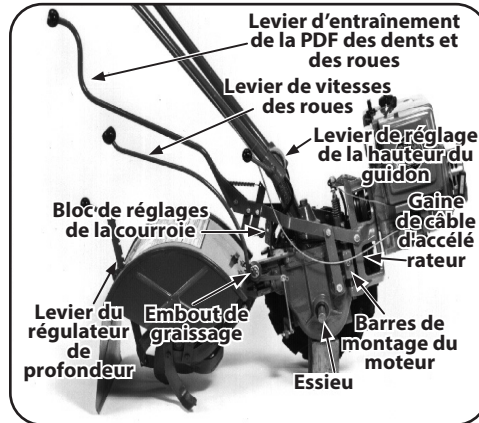

Figure 5-10
1. Huilez l'essieu entre les moyeux et le boîtier de la transmission. Voir Figure 5-10.
2. Huilez tous les points de pivot et de raccordement sur le levier d'entraînement de la PDF des dents et des roues et sur le levier de vitesses des roues. Voir Figure 5-10.
3. Graissez la surface du bloc de réglage de la courroie. Voir Figure 5-10.
4. Huilez le levier du régulateur de profondeur et le ressort dans le support de montage. Voir Figure 5-10.
5. Huilez la gaine de câble d'accélérateur sur toute sa longueur. Lubrifiez les filets du levier de réglage de la hauteur du guidon. Voir Figure 5-10.
6. Graissez le haut, le milieu et le bas des barres (gauche et droite) de montage du moteur. Voir Figure 5-10.
7. Graissez l'embout de graissage sur le point de pivot au bout du levier de vitesses des roues. Voir Figure 5-10. Si le levier de vitesses des roues a un embout de graissage sur le pivot, appliquez deux ou trois couches de graisse à multiples usages au début et à la fin de la saison de labourage.